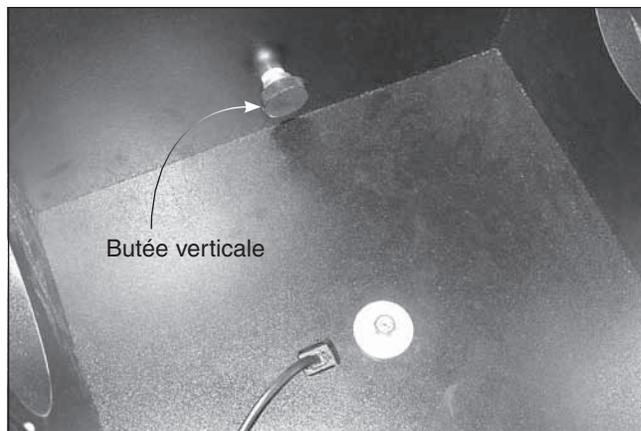

Figure 14. Vissez la butée verticale, munie de rondelles, dans l'insert fileté du panneau avant.
26. Placer deux des cinq rondelles épaisses de butée verticale et l'une des deux fines rondelles de butée verticale sur la tige de la vis de butée verticale. Vissez la molette de butée verticale dans l'insert fileté à l'intérieur du panneau avant (B) et serrez fermement (figure 14). La position de la butée verticale est ajustée en ajoutant ou retirant des rondelles, c'est la raison pour laquelle des rondelles épaisses et fines supplémentaires sont incluses. Le réglage de la butée verticale est requis pour utiliser la raquette IntelliScope Object Locator. En effet, le tube optique doit être précisément positionné à la verticale lors de la procédure d'alignement initial. Le manuel fourni avec le kit IntelliScope explique en détail comment régler la butée verticale. Une fois réglée, vous n'aurez plus à la réajuster.